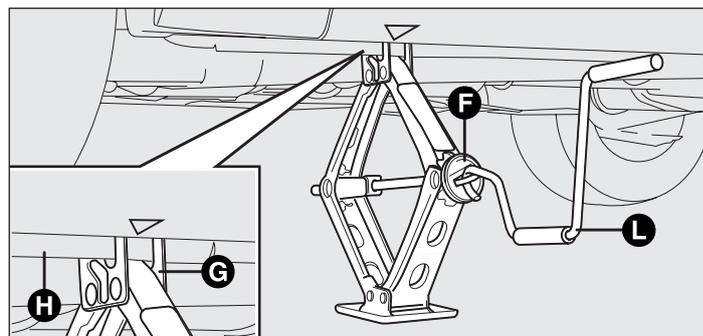

fig. 147
- ❑ actionner le dispositif F-fig. 147 de manière à détendre le cric, jusqu'à ce que la partie supérieure du cric G s'engage correctement à l'intérieur du dispositif de retenue H ;
- ❑ actionner la manivelle L-fig. 147 du cric de manière à baisser la voiture et enlever le cric ;